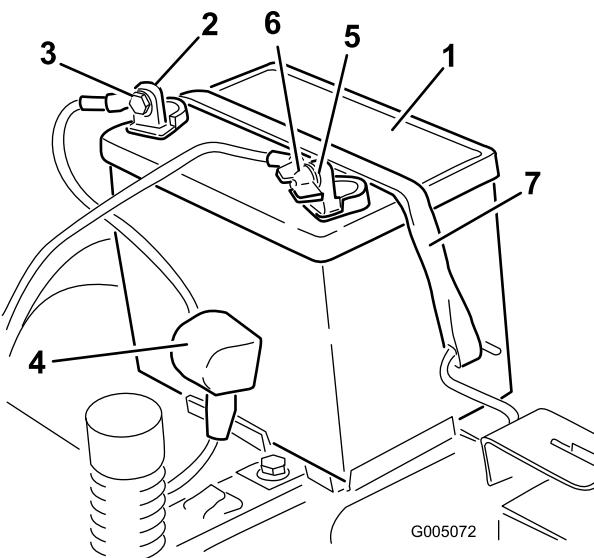

Figure 34
5. Repoussez le capuchon en caoutchouc sur le câble positif (rouge). Débranchez le câble positif (rouge) de la borne de la batterie (Figure 34). Mettez les fixations de côté.
6. Enlevez la sangle de maintien de la batterie (Figure 34) et ôtez la batterie de son support.
4. Débranchez le câble négatif (noir) de mise à la masse de la borne de la batterie (Figure 34). Mettez les fixations de côté.
- Placez la batterie dans son support (Figure 34).
- Fixez la batterie en place à l'aide de la sangle de maintien (Figure 34).